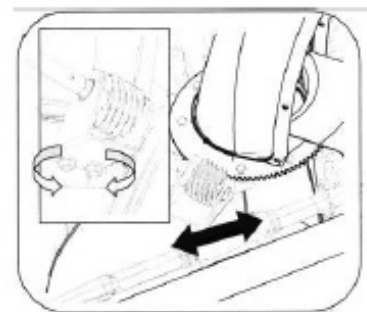

Figure 34
L'espace entre les patins et le sol peut être ajusté. Voir la figure 34.
2. Resserrez les écrous. Voir figure 34.